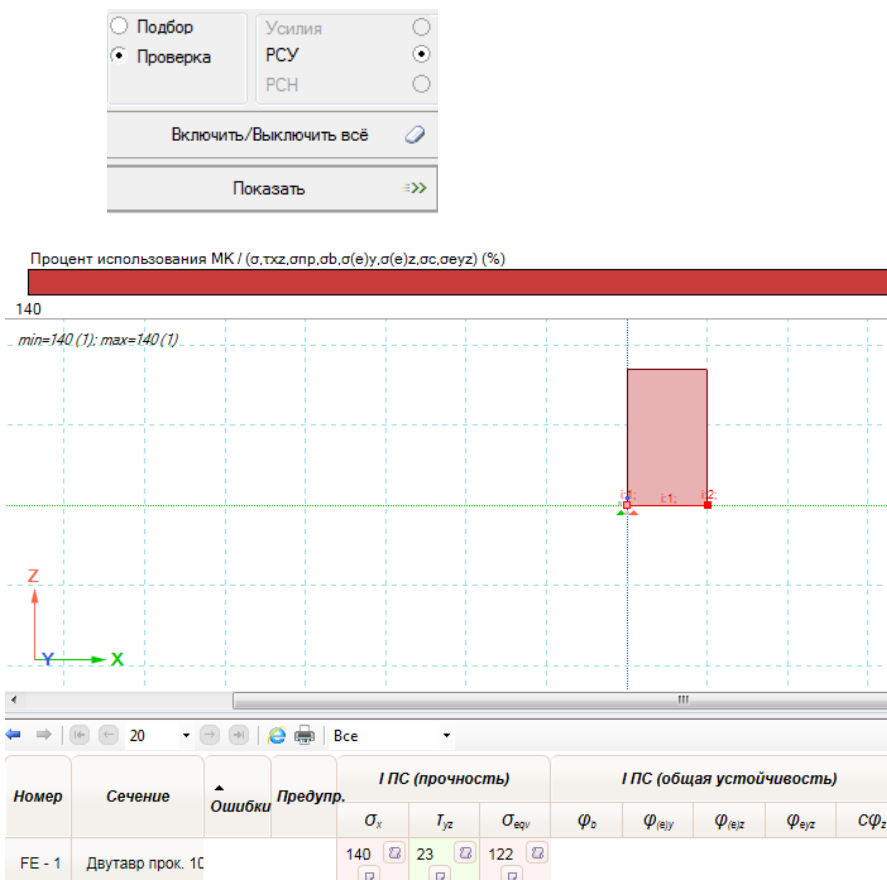

Рис. 126. Процент использования МК
- Нажать на кнопку **Показать** (рис. 126).